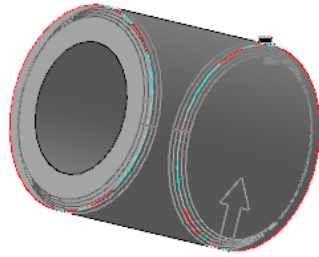

Рис. 2.30. Вказати
- е) повернути деталь так, щоб було видно друге ребро на основі (рис. 2.30);
- з) вказати **друге ребро на основі** (рис. 2.30);